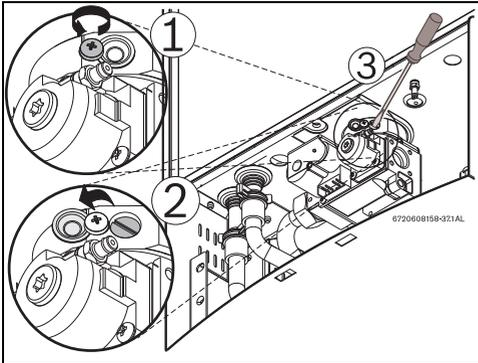

Fig. 46 Ajuste de CO₂ en modo P1
- ▶ Aflojar el tornillo Philips con pintura amarilla de precintado (Fig.46, pos.1) y mover la tapa de protección (Fig.46, pos. 2), de manera a que se haga visible el tornillo de afinación.
- ▶ Colocar la tapa de protección en la posición inicial y apretar el tornillo Philips, Fig.46.